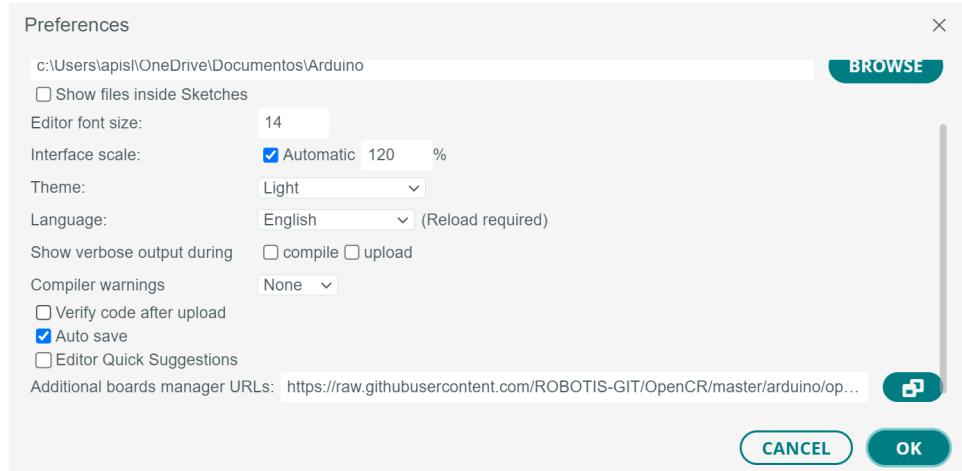

Figura 2. Link Open CR en preferencias.
3. Pegue la siguiente línea en URLs adicionales y de clic en OK (figura 2).